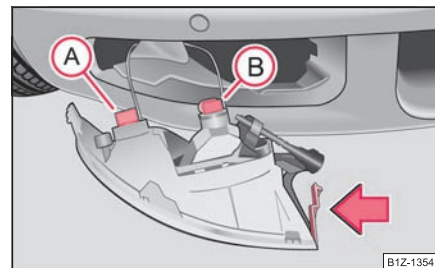

Fig. 247 Desmontaje del faro antiniebla delantero
Conector (A) - lámpara de luz de marcha diurna* ⇒ fig. 247. Conector (B) - lámpara del faro antiniebla.
- Meta la mano en la apertura, en la que se encuentra la tapa, y haga presión contra la trampilla elástica ⇒ fig. 247.